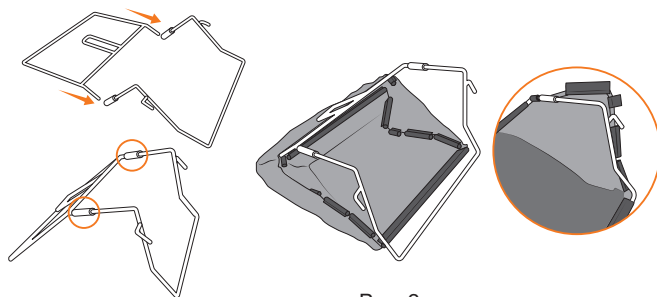

Рис. 9
- Соедините две металлические части каркаса между собой, натяните матерчатый кожух травосборника на металлический каркас и закрепите его пластиковыми клипсами (Рис. 9).